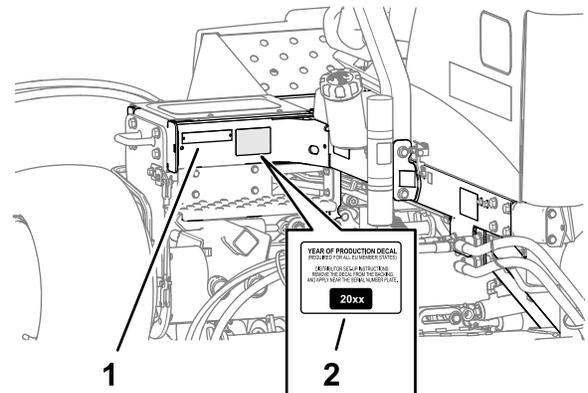

Figura 37
1. Limpie el bastidor izquierdo cerca de la placa del número de modelo/serie con alcohol y deje que el bastidor se seque (Figura 37).
2. Retire el papel protector y aplique la pegatina del año de fabricación en el bastidor, cerca de la placa del número de serie, como se muestra en la Figura 37.